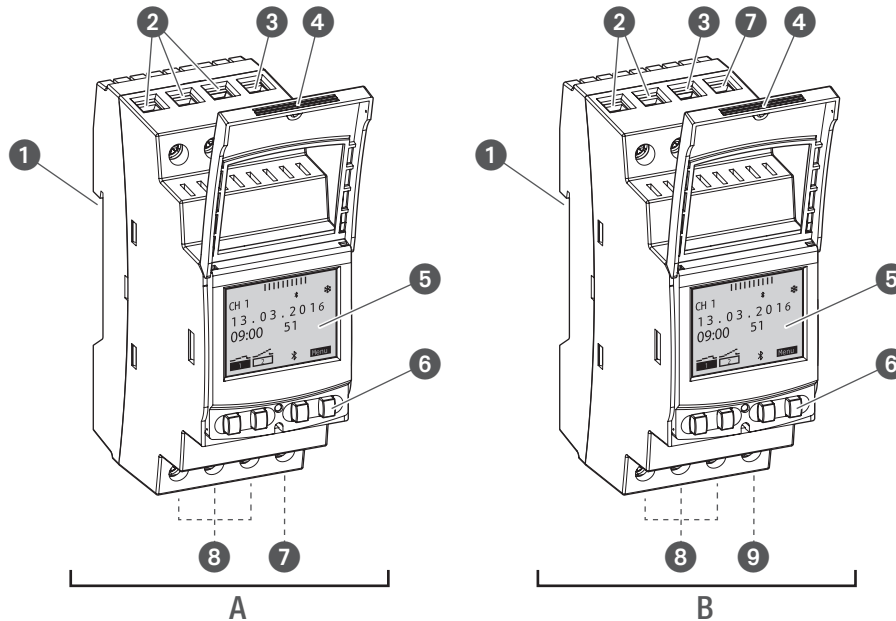

Abb. 1: Verteilerschaltuhr
Die Verteilerschaltuhr ist eine Schaltuhr, die mit einem Klicksystem auf eine DIN-Schiene (Abb. 1/①) montiert wird; diese steuert das jeweils damit verbundene Gerät an. Die Verteilerschaltuhr verfügt über 1 bzw. 2 Kanäle und kann über ein Display (Abb. 1/⑤) mit 4 Bedientasten (Abb. 1/⑥) bedient werden. Die Verteilerschaltuhr kann manuell oder über ein mobiles Gerät programmiert werden. Die Frequenz des Funksignals liegt bei 2,4 GHz und die maximale Sendeleistung beträgt 1,8 mW.